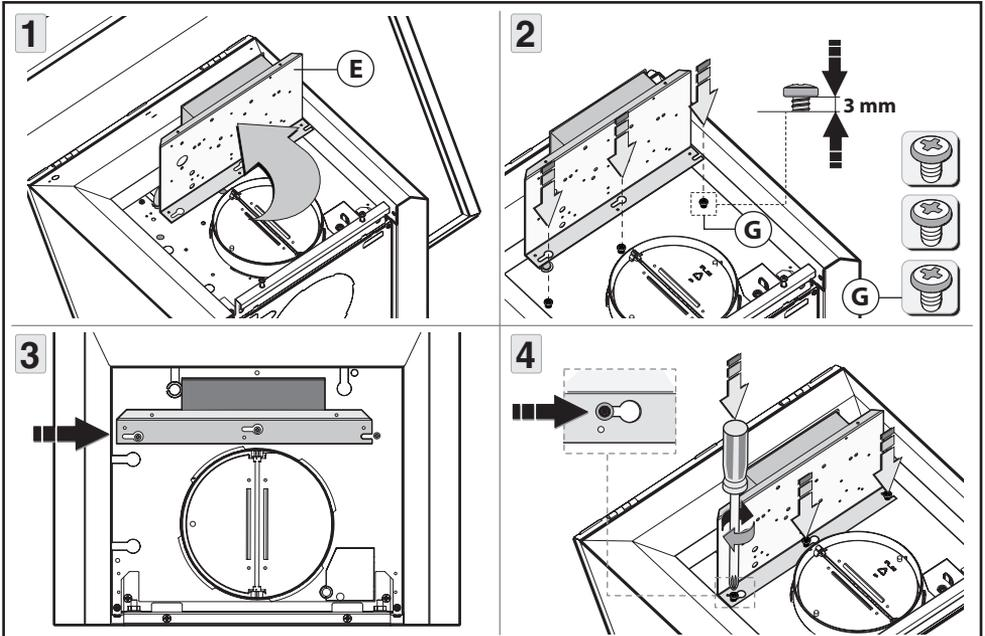

Fig.6
- Solleverla la scatola impianto elettrico Fig. 6 - fase 1.
- Posizionare la staffa **E** in corrispondenza delle 3 viti **G** già predisposte sul bussolotto e avvitare come indicato in Fig. 6 - fase 2 - 3 - 4.